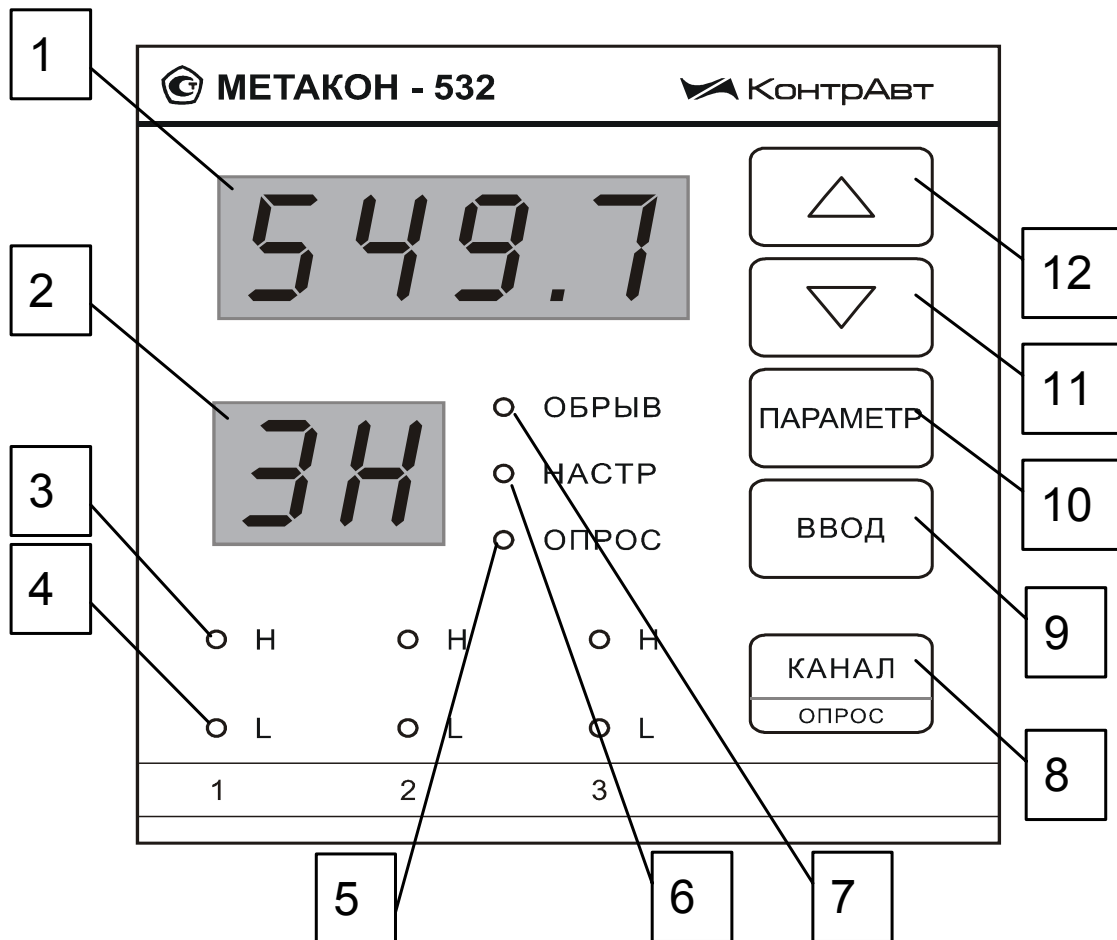

Рис. 5.1.1
3.6.5. Зона возврата Δ для функций 5, 6, 7 и 8 фиксирована, и равна двум значениям младшего разряда измерительного индикатора 1 (см. рис. 5.1.1).
В табл.5.2.1 перечислено основное назначение органов индикации и управления согласно нумерации рис. 5.1.1.
- путем повторного нажатия кнопки **ПАРАМЕТР** выбирается мнемонический код параметра, значение которого необходимо просмотреть или изменить; код параметра отображается на индикаторе **2**, его значение на индикаторе **1** (рис. 5.1.1); для переключения номера канала в меню **РАБОТА** дополнительно используется кнопка **КАНАЛ ОПРОС** ;